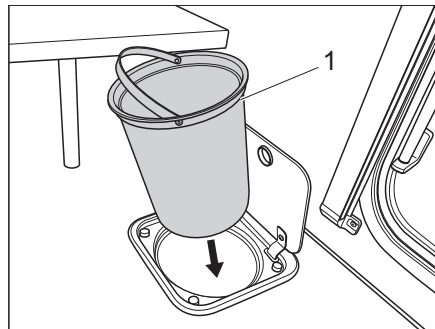

Bild 155 Abfallbehälter Küche
- Abfallbehälter (Bild 155,1) am Henkel entnehmen und nach den gültigen Vorschriften entleeren.